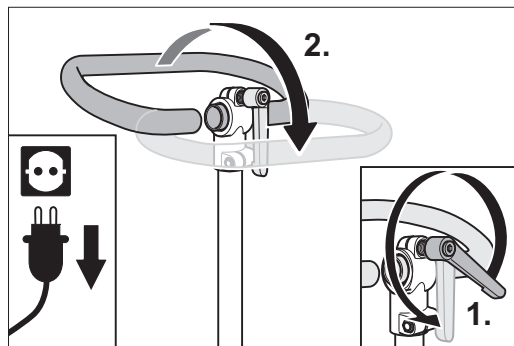

Abb. 13: Lösen des Klemmhebels am Führungsrohr und kippen des Haltebügels in die gewünschte Lage.
- 6 Zur Einstellung des Haltebügels lösen Sie den Klemmhebel am oberen Ende des Führungsrohrs (Abb. 13, 1.).
- 7 Kippen Sie den Haltebügel in die gewünschte Lage (Abb. 13, 2.) und ziehen Sie den Klemmhebel wieder fest an.